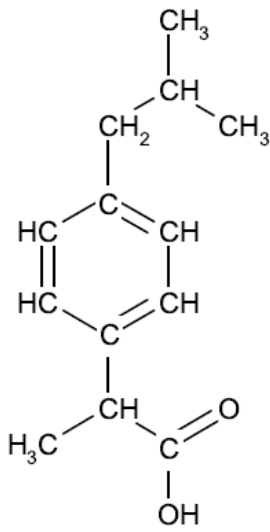

Figure 1 (question 1.1.)
1.1. Sur la formule semi-développée de l'ibuprofène de la **figure 1 de l'annexe à rendre avec la copie**, entourer le groupe caractéristique associé à la fonction acide carboxylique.